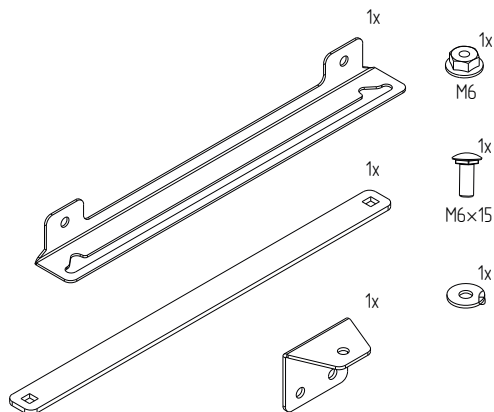

Рисунок 52
4.20.2 Проверить комплектность (рисунок 52).